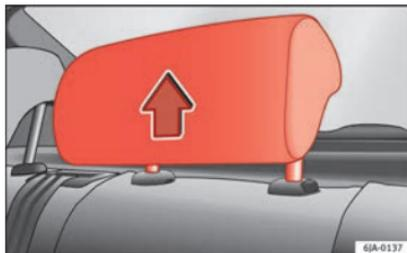

Fig. 74 Encostos de cabeça em posição de utilização.
- Três posições **de utilização** » Fig. 74. Nestas posições, o encosto de cabeça funciona como um encosto de cabeça convencional, protegendo, juntamente com o cinto de se-